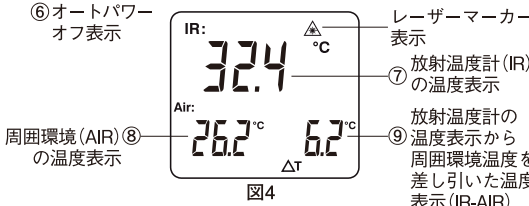

図4
(2)"▲"ボタン③を押し続けると図4のレーザーマーカ表示が点滅し、それぞれの測定を開始します。⑦に放射温度計機能で測定した物体の表面温度を表示し、⑧に内蔵センサによる周囲環境温度を表示します。また⑨には上記⑦から⑧の値を差し引いた値(温度差)が表示されます。放射温度計のレーザーポインターを被測定対象にあて、表示が安定したら数値を読み取ります。また"▲"ボタン③から指をはなすと自動的に測定値が表示固定されホールド機能が動き"HOLD"が表示されます。必要に応じて以降の各機能をご利用ください。
(3)電源がOFFの状態でのボタン⑤を2秒以上長押しすると"セットモード"に入ります。
(図4の⑨IR-AIRの値の表示のON/OFF、放射率設定、オートパワーオフ機能のON/OFFの設定)
まず初めに図4の⑨IR-AIRの値の表示のON/OFF切り替えを行います。"On"または"OFF"が点滅している時に、"▲"ボタン③を押すと設定の切り替えが出来ます。"On"または"OFF"を選択し"MODE"ボタン④を押してください。表示部②が図7に切り替わります。次に放射率の設定を行います。0.10～+1.00の範囲で0.01単位で設定が可能です。各桁ずつ数値の設定を行います。"▲"ボタン③を押して数値をご希望の値に設定します。次の桁(右の桁)に移る時は"MODE"ボタン④を押してください。一番右の桁の設定が終わりましたら"MODE"ボタン④を再度押してください。表示部②が図8に切り替わり、オートパワーオフ機能のON/OFFの設定を行います。"▲"ボタン③を押し"On"または"OFF"を選択し、"MODE"ボタン④を押すと表示部②が図9に切り替わり、通常測定モードに戻ります。